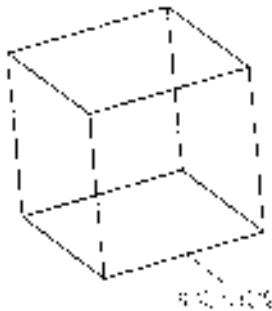

图 10-33 利用“立方体”选项创建的正方体
2) 立方体 (C): 创建一个长、宽、高相等的长方体。图 10-33 所示为使用“立方体”选项创建的正方体。